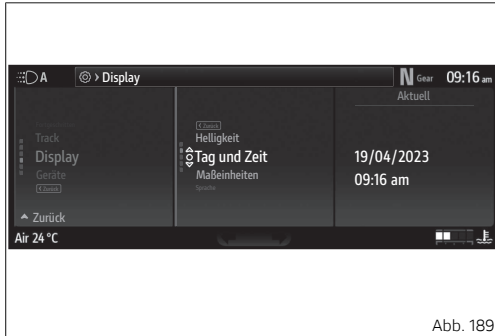

Abb. 189
- Die Angabe „Tag und Zeit“ wählen, (so wird der aktuelle Status angezeigt Abb. 189 S.236), und die Taste \circ drücken.